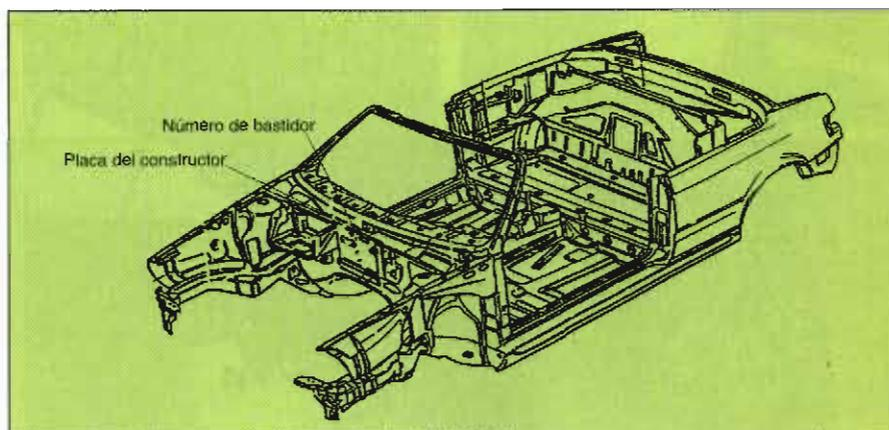

Figura 1. Situación de las placas de identificación del vehículo.
Las características que identifican al vehículo se recogen, debidamente codificadas, en dos placas, cuya situación se refleja en la figura 1.
• El número de bastidor se encuentra troquelado en la chapa salpicadero, entre el motor y el compartimento de los pasajeros (figura 1). Consta de 17 ca-